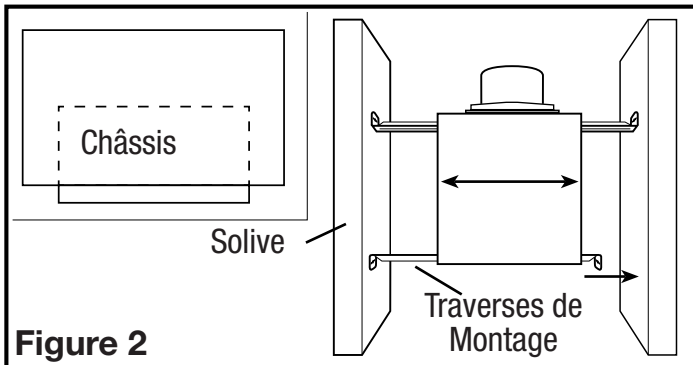
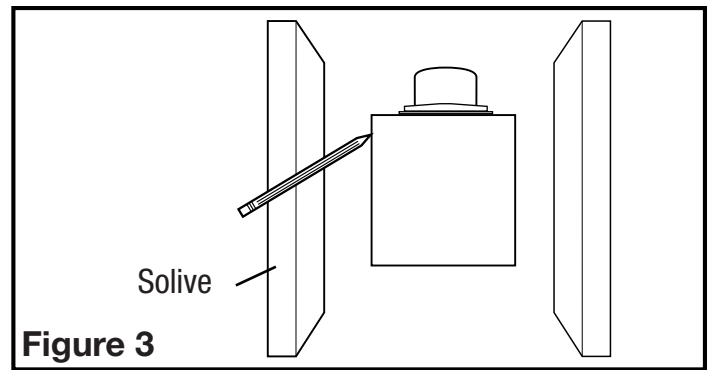

Figure 2
Figure 3
- Installez les rails dans le canal de montage sur le boîtier. Centrez le canal de montage dans les fentes sur le boîtier, puis de l'intérieur du boîtier, serrez les écrous de montage de sorte que le canal soit bien en place. Placez le boîtier à côté de la solive. Aligner le châssis pour qu'il soit de niveau avec le plafond fini. Fixez les extrémités des rails aux solives avec des vis ou des clous (non inclus) et glissez le boîtier dans la position finale (Figure 2).
- Placer le boîtier en place entre les solives et tracez un contour sur le matériel du plafond (Figure 3). Mettez le boîtier de côté et découpez l'ouverture, en faisant attention de ne pas couper ou endommager les installations électriques ou d'autres utilités masquées. Installez les rails dans le canal de montage sur le boîtier. Centrez le canal de montage dans les fentes sur le boîtier, puis de l'intérieur du boîtier serrez les écrous de montage de sorte que le canal soit bien en place. Positionnez le boîtier dans le trou préalablement découpé de sorte qu'il soit aligné avec le plafond fini. Fixez les extrémités des rails aux solives (Figure 2).